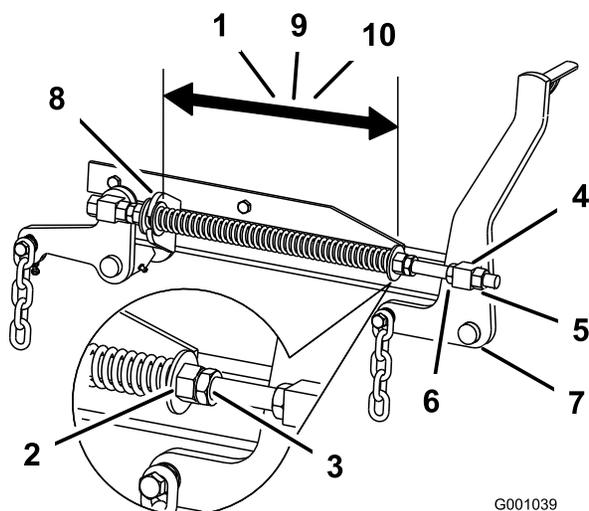

Figura 82
2. Compruebe la distancia entre las dos arandelas grandes, que debe ser de 28,2 cm (11-1/8 pulg.) para plataformas de cortacésped de 52 pulgadas, 26,7 cm (10-1/2 pulg.) para plataformas de cortacésped de 60 pulgadas ó 29,2 cm (11-1/2 pulg.) para plataformas de cortacésped de 72 pulgadas (Figura 82).
3. Ajuste esta distancia aflojando la contratuerca elástica y girando la tuerca que está delante de cada muelle (Figura 82). Gire la tuerca en el sentido de las agujas del reloj para acortar el muelle y en el sentido contrario a las agujas del reloj para alargar el muelle.
4. Fije la tuerca en la posición deseada apretando la contratuerca elástica (Figura 82).